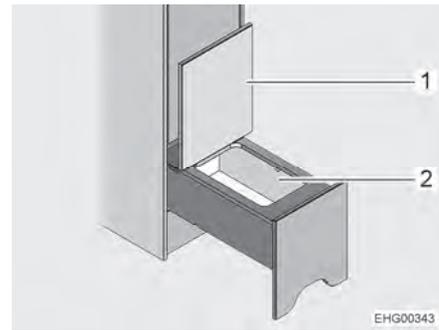

Fig. 82 Compartimento de almacenamiento
- Plegar la tapa (Fig. 82,1) hacia arriba. Se tiene acceso al compartimento de almacenamiento (Fig. 82,2).